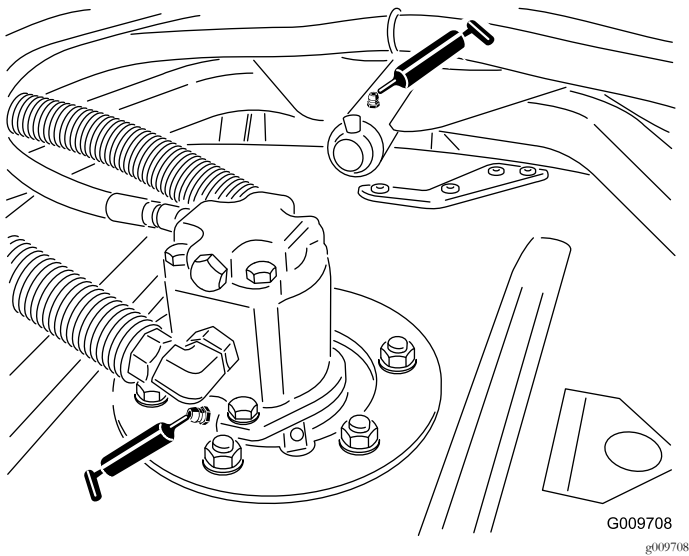

图36
- 滚刀组锭轴轴承每个剪草机刀盘 2 个如 图36 所示
- 滚刀组承载臂轴套每个剪草机刀盘 1 个如 图36 所示